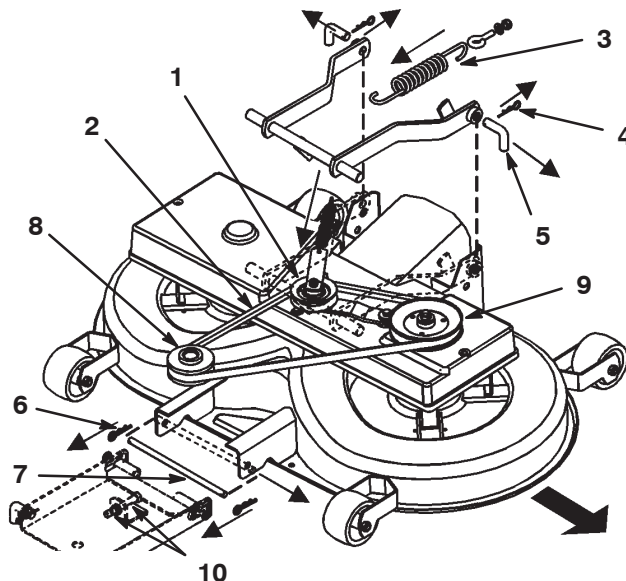

Figure 36
8. Tirez l'ensemble bras de tension vers l'intérieur et ôtez la courroie trapézoïdale de la poulie (Fig. 36).
9. Décrochez le ressort du levier d'engagement (Fig. 36).
11. Retirez les goupilles fendues des 2 goupilles arrière et déposez ces dernières (Fig. 36).
12. Retirez la goupille fendue de la goupille avant et déposez cette dernière (Fig. 36).
13. Enlevez la courroie trapézoïdale de la poulie du moteur (Fig. 36).
2. Enlevez l'ensemble poulie à courroie trapézoïdale et bras de tension (Fig. 36).
7. Placez la goupille inférieure de la suspension de réglage avant dans la position inférieure des fentes, en réglant les 2 écrous (M12) sur la suspension avant (Fig. 36).